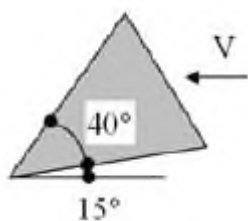

Рис. 10
**По приведенной схеме (рис. 10) передний угол  $\gamma$  лезвия равен**